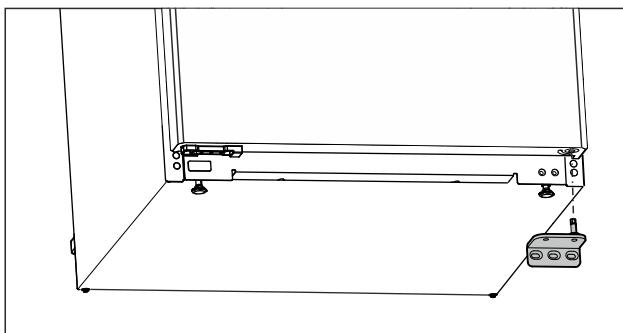

Fig. 12
- Odoberte ložiskovú konzolu smerom nadol. (pozri Fig. 12)